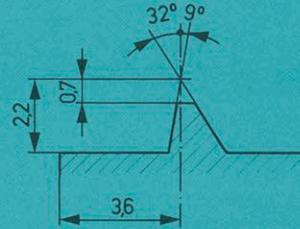

Abb. 1
eines Profils mit verschiedenen Halbwinkeln zusammengesetzt aus ① ② Abb. 1; 2